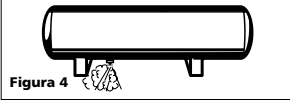

Figura 4
- 2. Drene la humedad del tanque abriendo la válvula de drenaje debajo del tanque. Incline el tanque para eliminar toda la humedad. Vea la Figura 4.